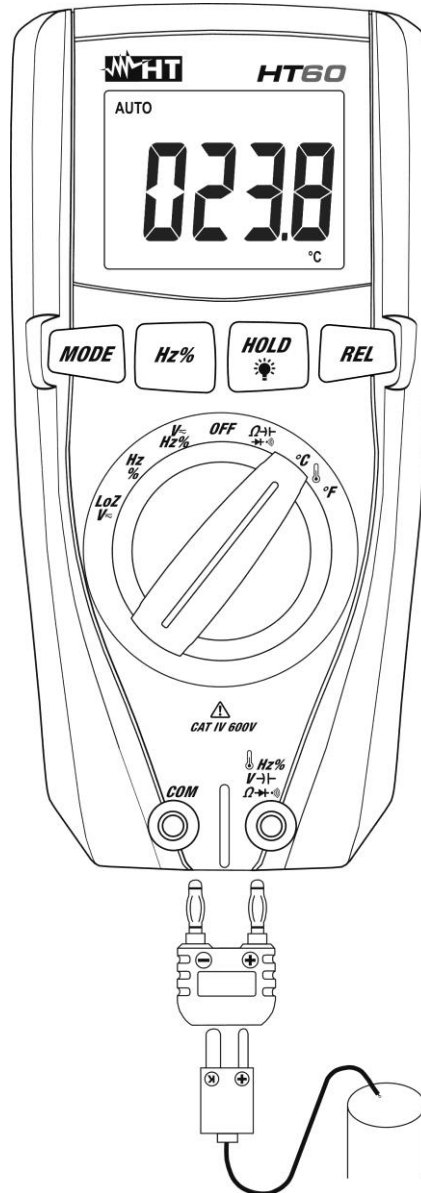

Fig. 9: Uso dello strumento per misura di Temperatura
2. Inserire l'adattatore in dotazione nei terminali di ingresso **V- Hz% Ω → ← ← →** (polarità +) e **COM** (polarità -) (vedere Fig. 9)